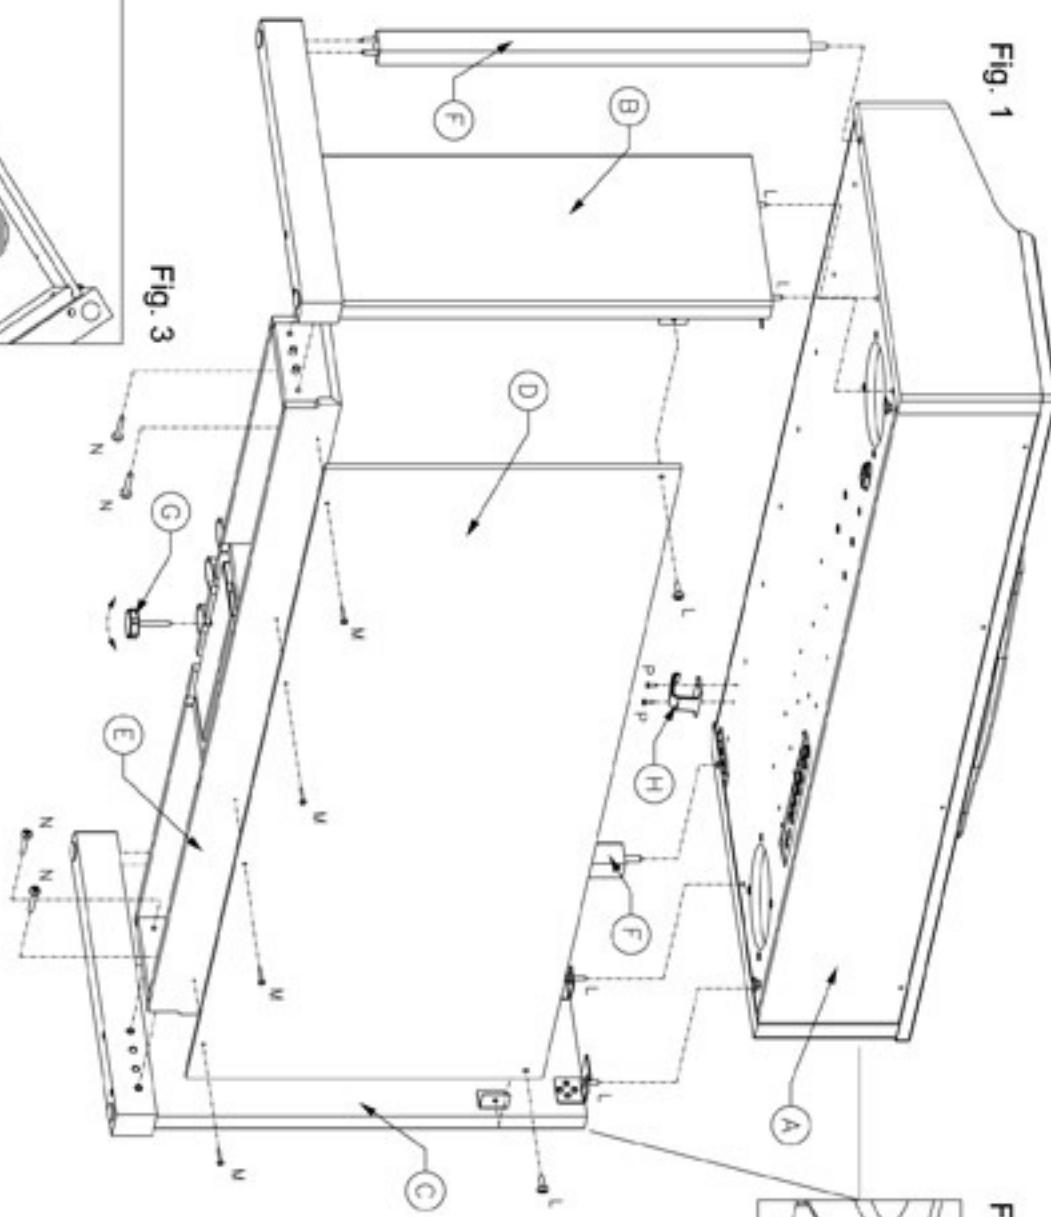
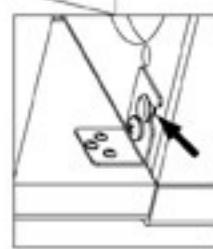

Fig. 1
Fig. 2
- 3)** Vissez sur le groupe pédales le pied à vis (G) comme indiqué sur la Fig. 1
- 4)** Fixez le pied droit (B) à la traverse (E) avec des vis (N) comme indiqué sur la Fig. 1
- 5)** Fixez le pied gauche (C) à la traverse (E) au moyen de vis (N) comme indiqué sur la Fig. 1
- 6)** Fixez le panneau postérieur (D) à la traverse (E) à l'aide de vis (M) et aux pieds droit (B) et gauche (C) à l'aide de vis (L) comme indiqué sur la Fig.1
- 7)** Insérez les pieds antérieurs (F) dans les pieds droit (B) et gauche (C) comme indiqué sur la Fig. 1
- 8)** Positionnez la caisse (A) au-dessus du support, fixez-la avec les 4 pommeaux (L) comme indiqué sur la Fig. 1 et insérez les pivots comme indiqué sur la Fig. 2
- 9)** Fixez le porte-casque (H) à l'aide de vis (P) comme indiqué sur la Fig. 1